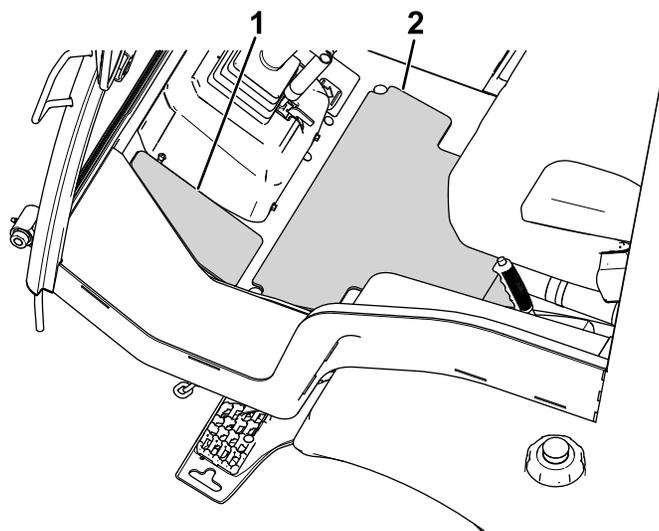

Figura 11
2. Retire a película posterior e instale os tapetes do piso central e de canto no piso da plataforma (Figura 11).